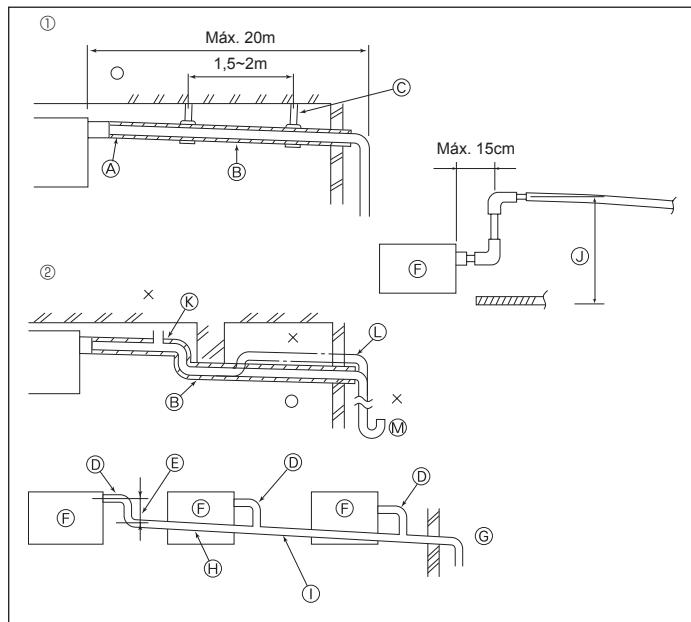

Fig. 3-4
- ① Envuelva la cubierta adjunta del tubo de mayor tamaño alrededor del tubo de gas, asegurándose de que el extremo de la cubierta del tubo entre en contacto con el lateral de la unidad.
- ② Envuelva la cubierta adjunta del tubo de menor tamaño alrededor del tubo de líquido, asegurándose de que el extremo de la cubierta del tubo entre en contacto con el lateral de la unidad.
- ③ Asegure ambos extremos de cada cubierta del tubo con las uniones adjuntas (coloque las uniones a 20 mm de los extremos de la cubierta del tubo).
3.4. Tubería de drenaje (Fig. 3-4)
- ① Tubería correcta
- ② Tubería incorrecta